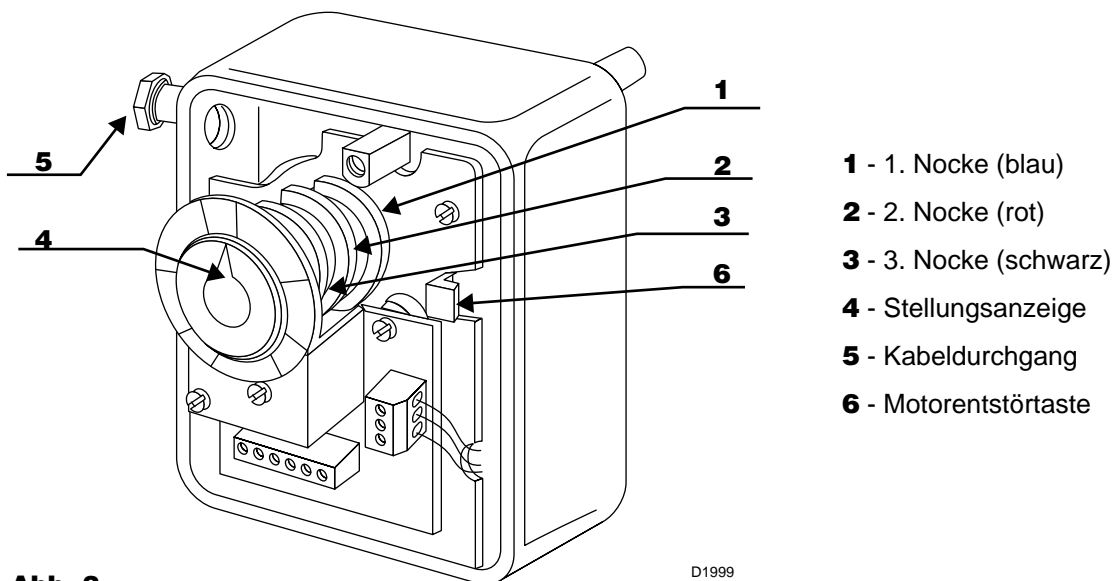

Abb. 2
- Nach dem Start sofort die Spannung am Stellmotor durch öffnen der Steckverbindung auf der Konsole (19, Abb. 1) abschalten. So bleibt der Brenner auf Min. - Last in Betrieb. Die Nocke (1) Abb. 5 vom Stellmotor durch Druck auf die Entstörtaste (6) (Abb. 2) lösen.